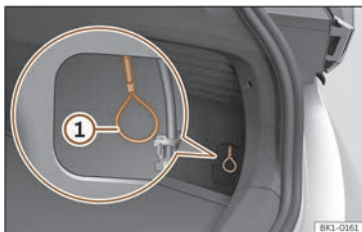

Abb. 63 Hinter der Abdeckung:
- Ziehen Sie an der Lasche für manuelle Notentriegelung >>> (Abb. 63) ①. Der Ladestecker kann entfernt werden >>> ⚠.